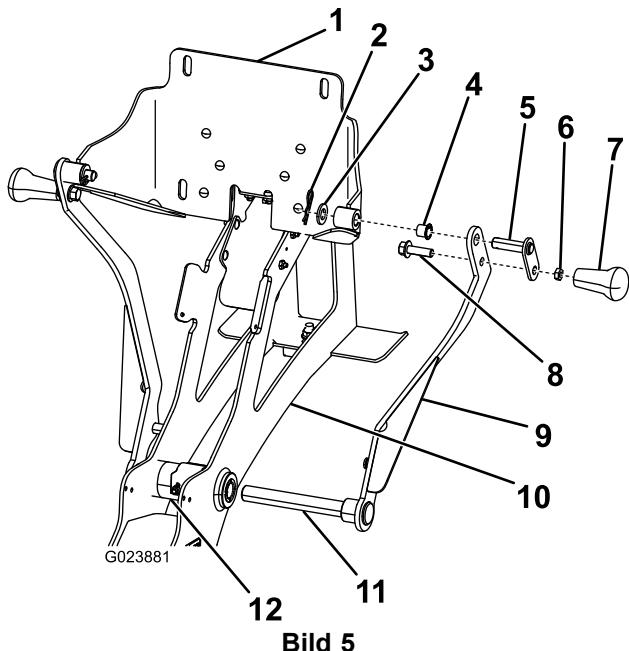

Bild 5
10. Führen Sie die Achse des rechten Wiegearms durch die Scharnierwelle (Bild 5).
- Befestigen Sie den Griff mit einer Flachscheibe und einem Splint an der Rückplatte, wie in Bild 5 abgebildet.